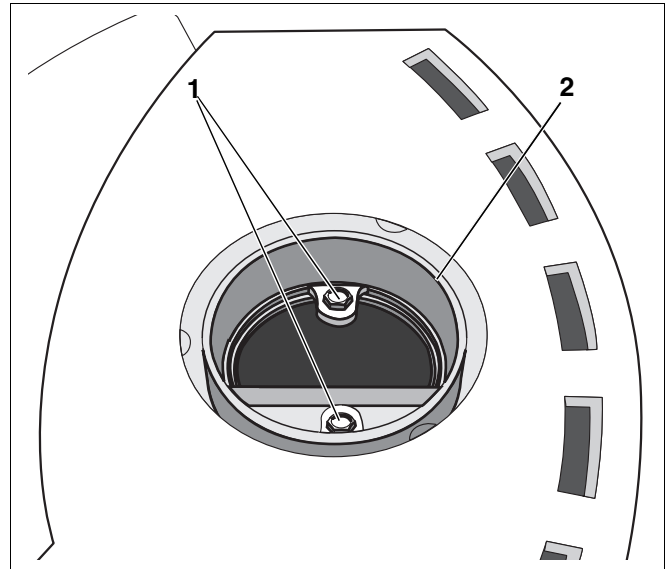

Abb. 51 Abgasanschluss Oberseite – Abgasstutzen
- Schrauben des Abgasstutzens am Abgasanschluss Oberseite lösen (Abb. 51, **Pos. 1**).
- Abgasstutzen entfernen (Abb. 51, **Pos. 2**).